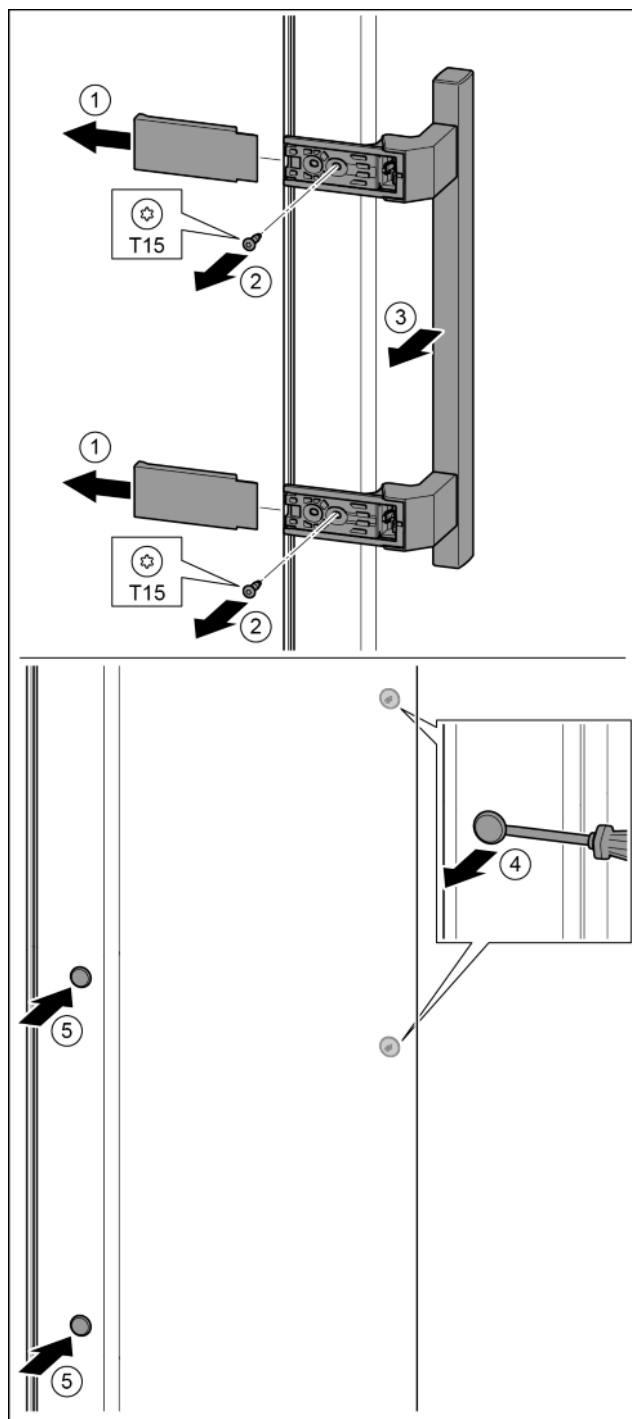

Fig. 36
- ▶ Zdjąć osłonę. *Fig. 36 (1)*
- ▶ Śruby wykręcić przy pomocy śrubokręta T15. *Fig. 36 (2)*
- ▶ Zdjąć uchwyt. *Fig. 36 (3)*
- ▶ Boczną zatyczkę ostrożnie podważyć przy pomocy śrubokręta i wyjąć. *Fig. 36 (4)*
- ▶ Zatyczkę założyć ponownie z drugiej strony. *Fig. 36 (5)*